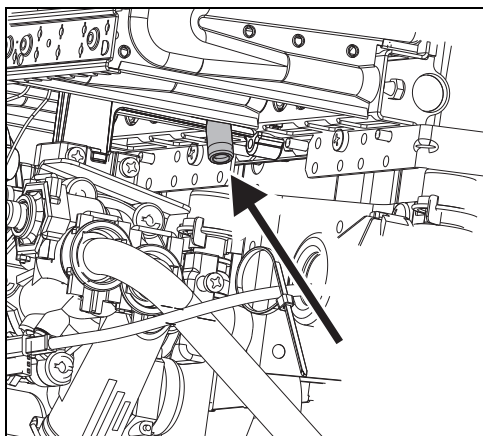

Рис. 14 Точка измерения давления перед форсункой
- ▶ Ослабить запорный винт (рис. 14).